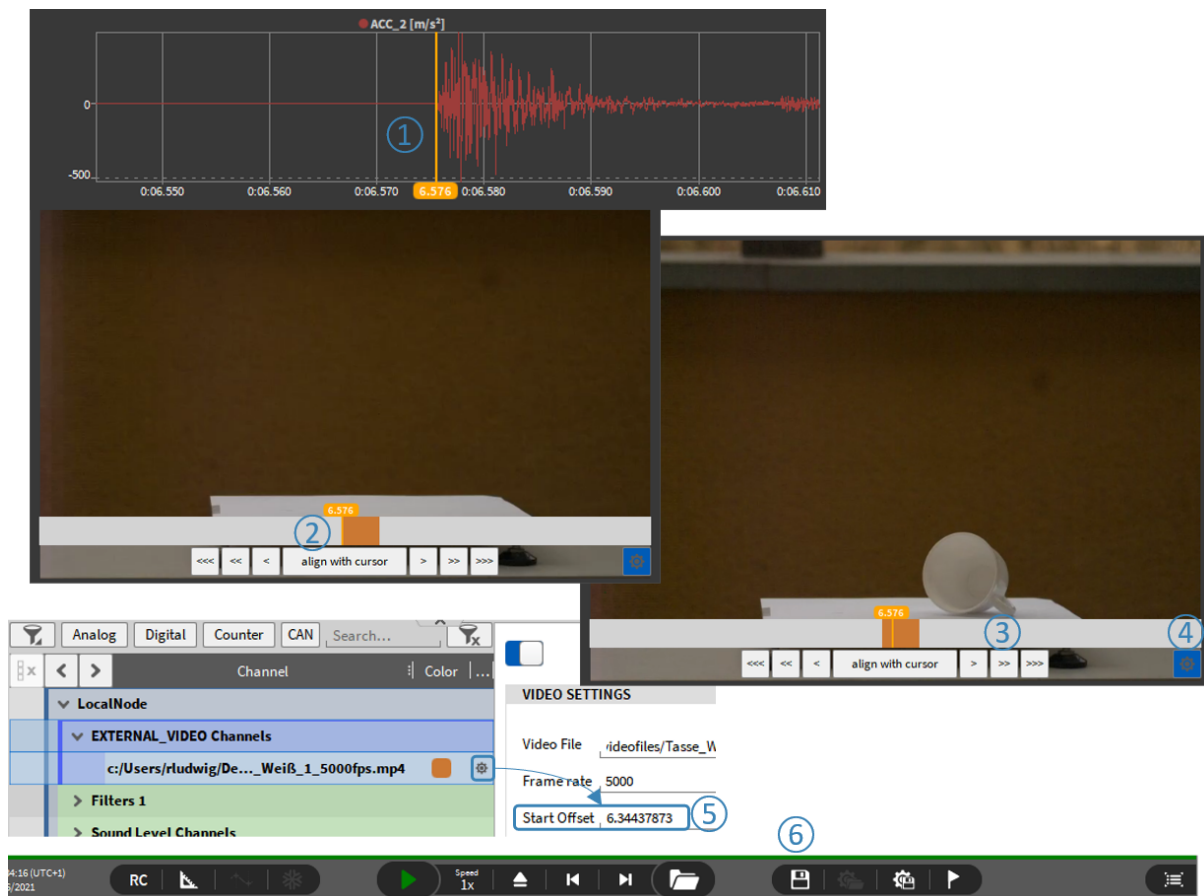

Abb. 7.157: Ausrichten von Video- und Sensordaten
1. Verwenden Sie den Recorder, um den orangefarbenen Cursor zum Referenzereignis für die Datensynchronisierung zu bewegen (siehe ① in Abb. 7.157)
2. Drücken Sie *mit dem Cursor ausrichten*, um den Videostart in die orange Cursorposition zu bewegen, um eine grobe Zeitanpassung vorzunehmen (siehe ② in Abb. 7.157)
3. Verwenden Sie für Feinzeitanpassungen die Schaltflächen <<<, <<, < & >, >>, >>>, um die Zeitachse auszurichten (siehe ③ in Abb. 7.157)
4. Wenn Sie fertig sind, kann die Zeitleiste ausgeblendet werden (siehe ④ in Abb. 7.157)
5. Der absolute Zeitversatz ist auch im Kanal-Setup des Videos zu sehen (siehe ⑤ in Abb. 7.157)
6. Die Einstellungen können im Dateifile gespeichert werden (siehe ⑥ in Abb. 7.157)